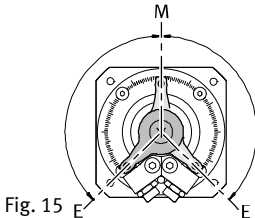

Fig. 15
5. Verwenden Sie vorzugsweise symmetrische Winkleinstellungen bezogen auf die Symmetrielinie M des DSM (Fig. 15). Diese bewirken einen gleichmäßigeren Bewegungsablauf zwischen Rechts- und Linksschwenk.